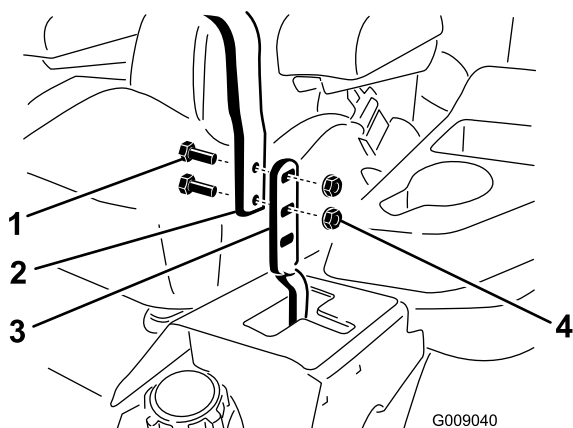

Figure 84
3. Desserrez les boulons et les écrous à embase situés dans les leviers (**Figure 84**).
4. Réglez l'alignement avant/arrière des leviers en les plaçant simultanément à la position **POINT MORT**, faites-les coulisser jusqu'à ce qu'ils soient alignés, puis resserrez les boulons (**Figure 84**).